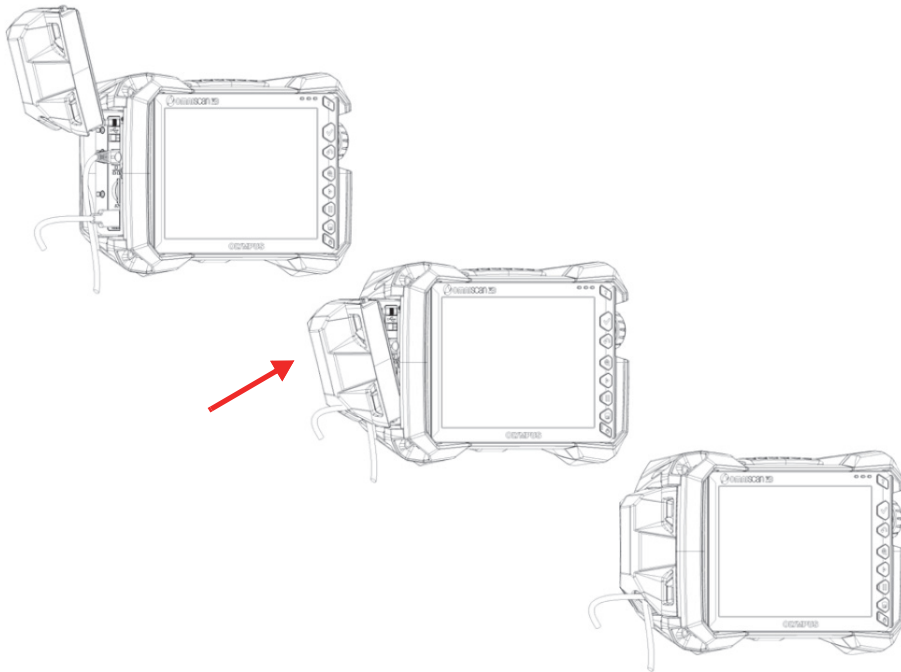

Figure 2-12 Verrouillage en place de la porte à usage spécial
4. Verrouillez la porte spéciale en place (Figure 2-12 à la page 40).